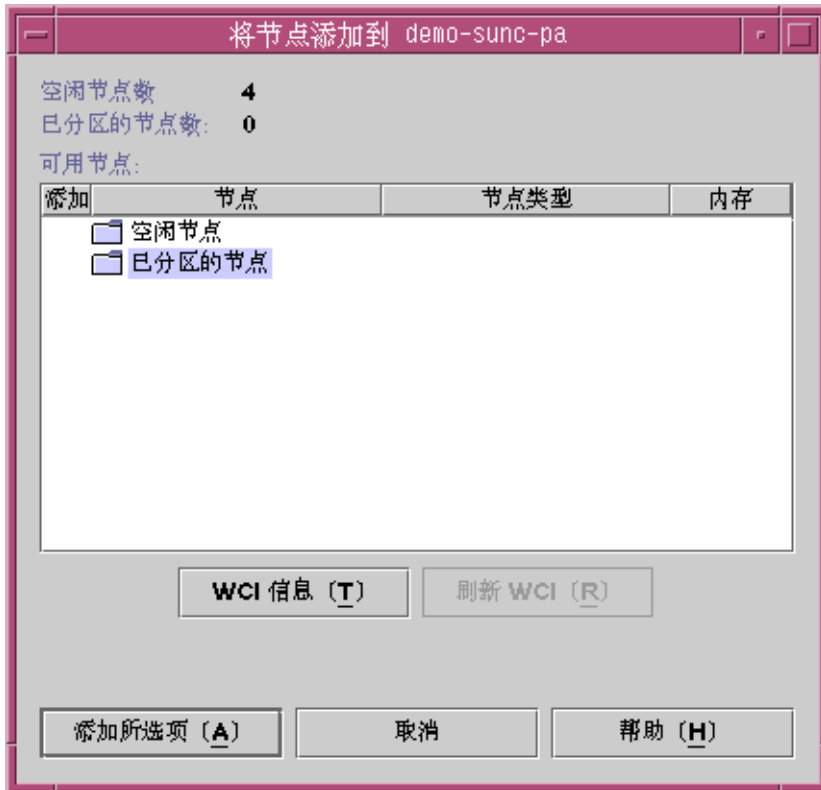

图 6-7 “添加节点”对话框
1. 右键单击树状窗格中的分区图标，然后从弹出菜单选择“添加节点”。此操作显示“添加节点”对话框（参见图 6-7）。